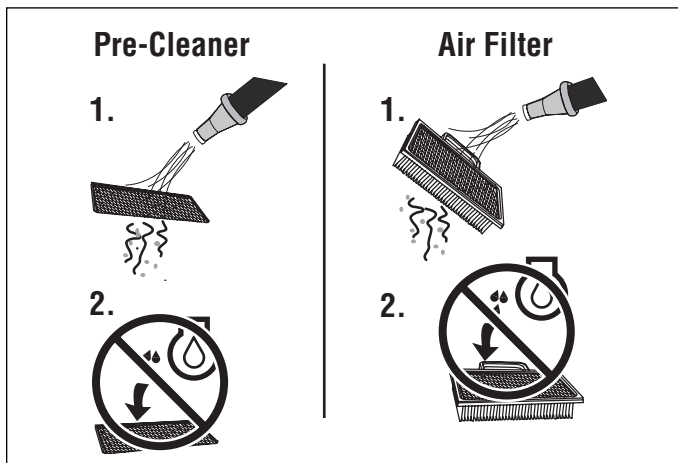

Figure 28. Entretien du filtre à air
1. Figure 28. Laver le pré-dépoussiéreur au détergent liquide et à l'eau.
1. Figure 28. S'il est marqué « Lavable », le filtre peut être lavé à l'eau tiède et au savon doux.